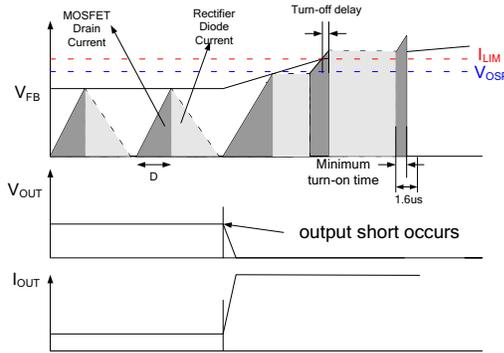

图 20. 输出短路波形 (OSP)
1.2 μs 时, FPS 视此情况为异常错误并关断 PWM 开关, 直至 VCC 再次达到 VSTART。异常情况输出如图 20 中所示。